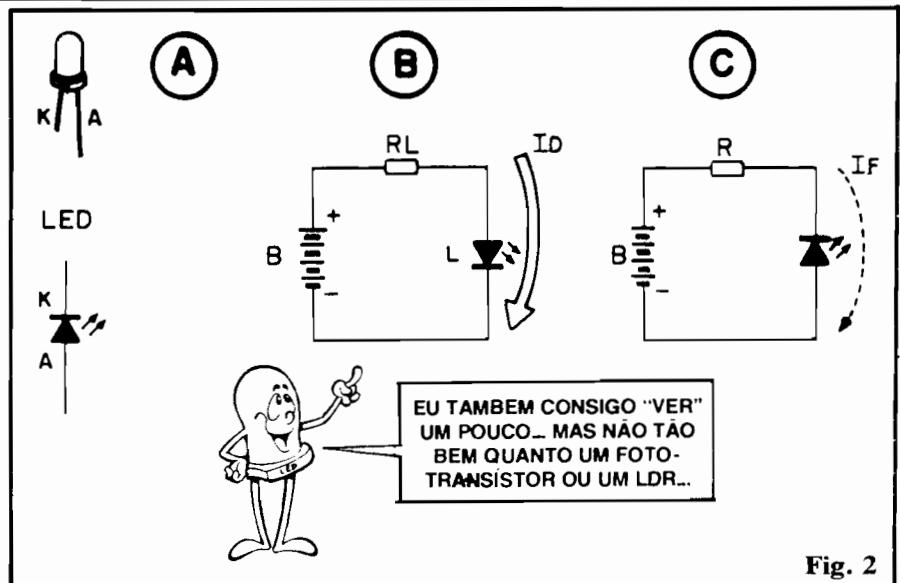

Fig. 2
- **FIG. 2-A** - O "velho" e comum LED (visto na "Aula" nº 5), em aparência, símbolo e pinagem. O "corpo" é, obviamente, "permeável" à LUZ, transparente ou translúcido, permitindo que a radiação luminosa gerada na junção, pela passagem da corrente em polarização **direta**, "saia para o exterior" (se assim não fosse, tudo se passaria como uma pequena lâmpada acesa **dentro** de uma caixa hermética e opaca... De nada serviria...).
- **FIG. 2-B** - Num LED sob corrente **direta** (alimentação pela fonte B sob polaridade "certa" ...), a LUZ é emitida. A corrente direta (ID) é normalmente limitada e parametrada pela presença, em série, do resistor RL... Na prática, a corrente ID é **tão intensa** quanto o permitir o próprio valor de RL (ver Lei de OHM), podendo chegar a níveis mais ou menos elevados, desde que não "estoure" os limites inerentes ao LED (se "passar" do que o dito cujo "aqueça", ele "queima" ...).
- **FIG. 2-C** - Se, contudo, num arranjo semelhante ao da fig. anterior, colocarmos o LED sob polaridade **inversa**, não teremos a emissão de LUZ. Na prática, no dia-a-dia dos cálculos e das aplicações, consideramos que - nessa circunstância - não há circulação de corrente... No entanto, HÁ! **Muito** pequenina, **muito** "fraquinha", mas HÁ... Trata-se de uma minúscula Corrente de Fuga (inversamente "vencendo" a enorme barreira da junção semicondutora do LED, agora "invertida" ...). Na casa dos picoampéres (pouca coisa maior do que "nada" ...), mas, seguramente, PASSANDO PELO LED!